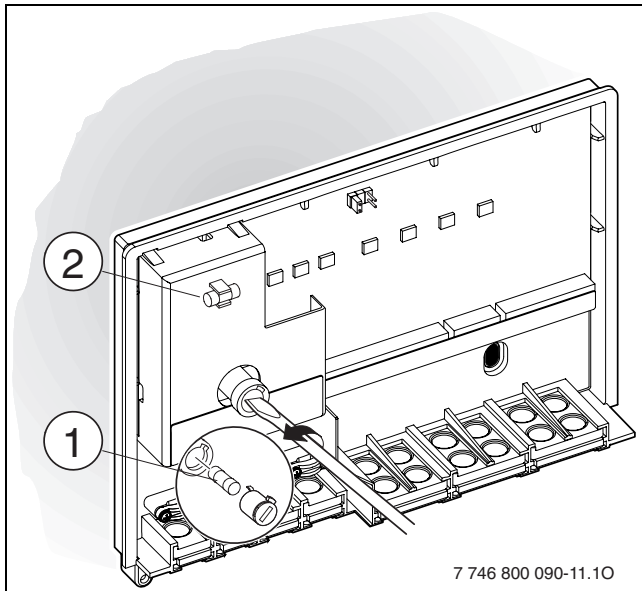

Fig. 14 Sustitución del fusible
- Sustituya el fusible (→ fig. 14, [1]). Hay un fusible de repuesto (2) en la cubierta.